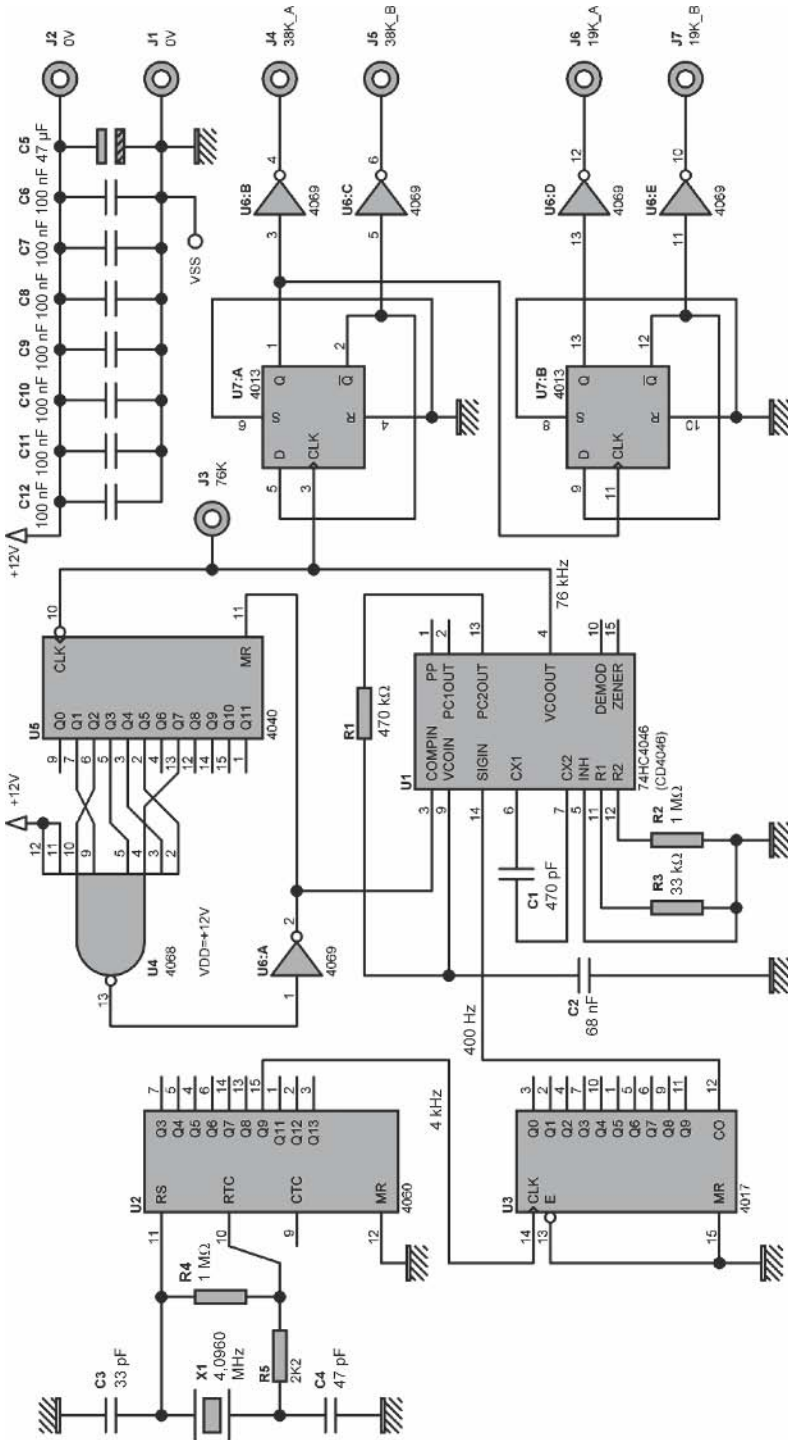

Figure 3.17
**Tentatoo** – Vous avez raison. Ce troisième schéma, visible en **figure 3.17**, est certes plus compliqué, mais tous les composants se trouvent facilement.